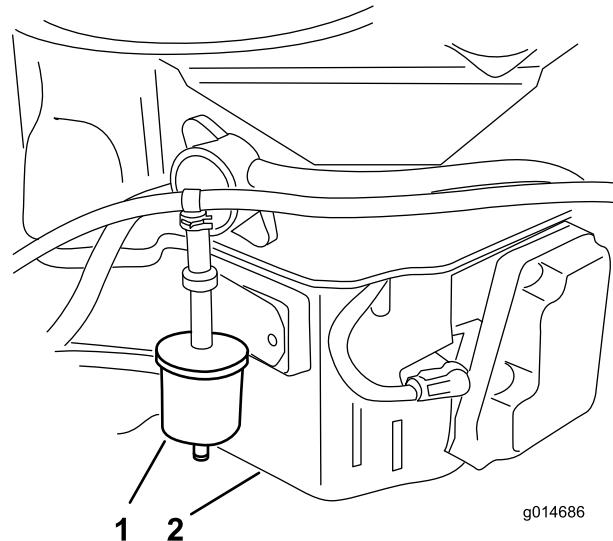

Figure 34
3. Déposez le filtre de mise à l'air libre de carburant existant (Figure 34).